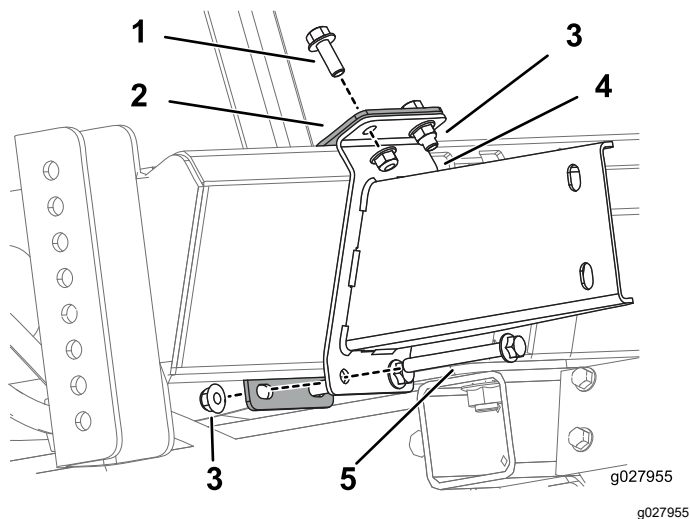

Figure 11
3. Montez le support inférieur et la patte de support inférieure sur le cadre au moyen de 2 boulons (3/8"-16), 2 boulons (3/8"-16 x 3 1/2") et 4 écrous à embase (3/8"-16), comme montré à la Figure 11.